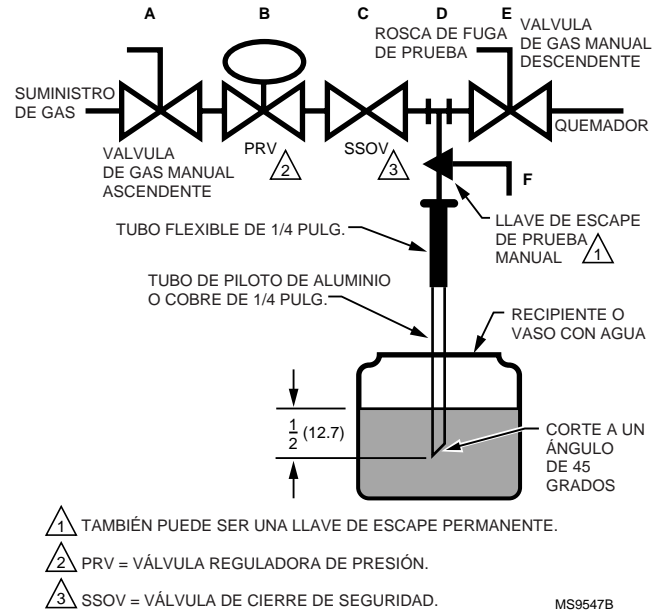

Fig. 14. Prueba de Fuga de la Válvula.
Prueba de Fuga de Válvula (Fig. 14)
1. Elimine la energía del sistema de control para asegurar que no haya energía al actuador de la válvula (C, Fig. 14).
2. Cierre la válvula manual de gas ascendente (A).
3. Asegúrese de que el llave de escape manual de prueba (F) esté cerrada en el ensamble de rosca de prueba de fuga (D).
4. Quite el tapón roscado de prueba de fuga y conecte el aparato de prueba a la rosca de fuga (D).
5. Cierre la válvula manual de gas aguas abajo (E).
6. Abra válvula manual de gas ascendente (A).
9. Abra lentamente la llave de escape de prueba (F).